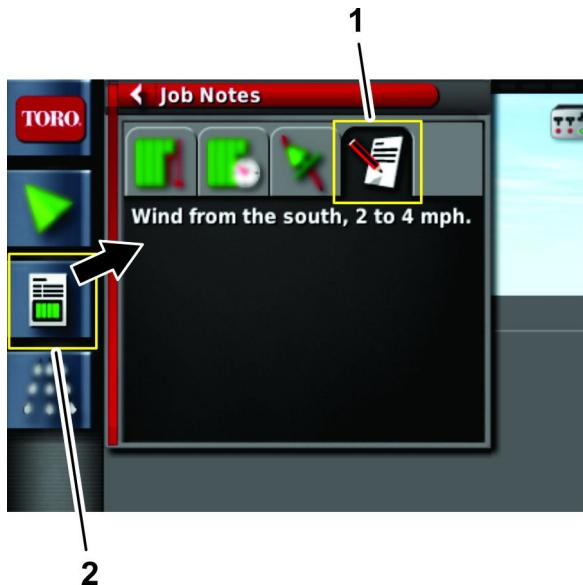

图 26
1. 打开作业信息图标 图 26。
2. 按作业注释图标 图 26。